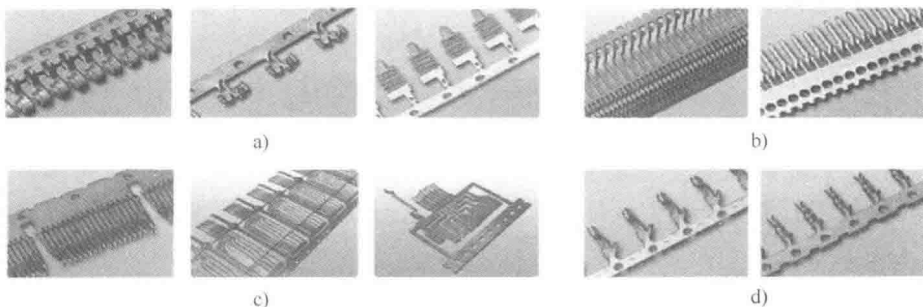

图 4-3 连接器基本组件端子
2) 端子特性: 如图 4-3 所示, 端子材质一般为磷青铜或镀铜, 表面一般要电镀 (接触区一般镀金, 其他区域镀锡或镀镍), 镀层受外物摩擦容易被刮掉; 有时端子会有残余应力 (模具工艺问题), 进行折弯之类工艺后, 端子常有规律性歪斜或扭曲现象; 端子倒刺和塑胶干涉不足 (结构设计问题), 在和其他产品匹配对插时容易退针等。